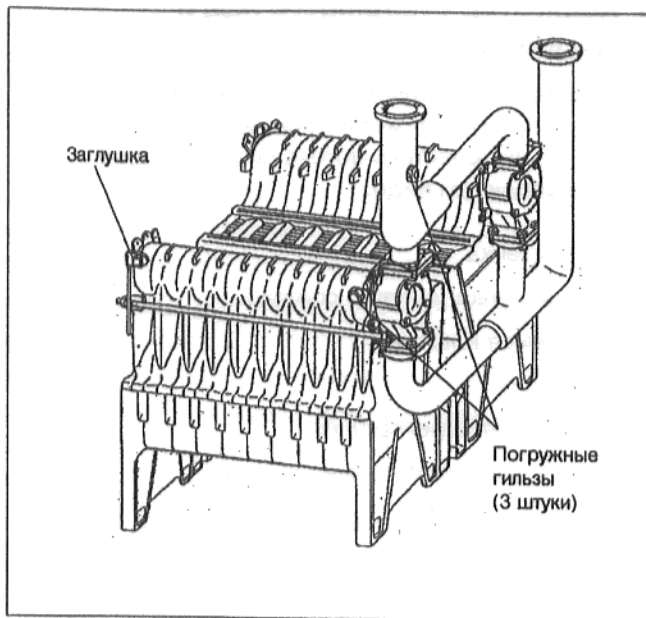

Рис. 13
- Герметично вставить погружные гильзы (1-го и 2-го блока) спереди и заглушки сзади на наружных сторонах (рис. 13).
- Вставить третью погружную гильзу (см. монтажный материал) в трубу подключения подающей линии (рис. 13).